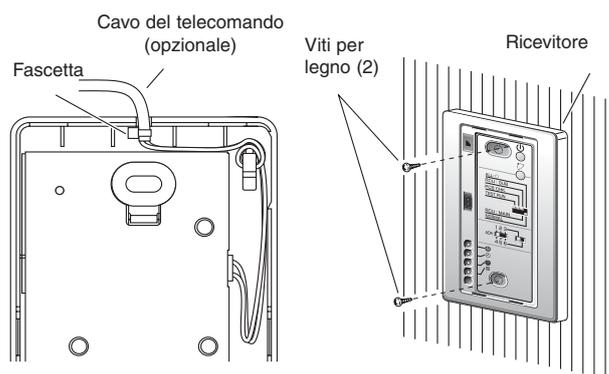

Fig. 11-25
4. Fissare il cavo del telecomando (opzionale) nella posizione illustrata nella fig. 11-25, usando la fascetta in dotazione. Quindi collegare il cavo al connettore del ricevitore.
5. Sistemare il cavo del telecomando come mostrato nella fig. 11-25 in modo che si adatti alla parte superiore del ricevitore, sopra la scheda elettronica. Riposizionare la scatola inferiore. Quindi, piegare l'estremità della fascetta in modo che sia rivolta lateralmente.